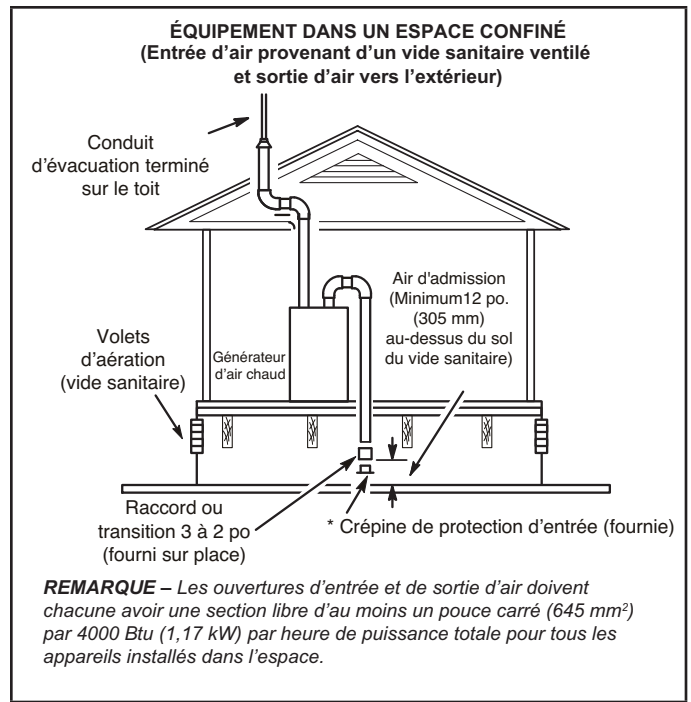

FIGURE 24
- 2 - Si l'air d'admission est aspiré d'un grenier ventilé (FIGURE 24) ou d'un vide sanitaire ventilé (FIGURE 25), la longueur de l'évacuation ne doit pas dépasser celle indiquée au TABLEAU 9. Si un tuyau de 3 po de diamètre est utilisé, le réduire à 2 po de diamètre pour pouvoir installer la crépine anti-résidus.